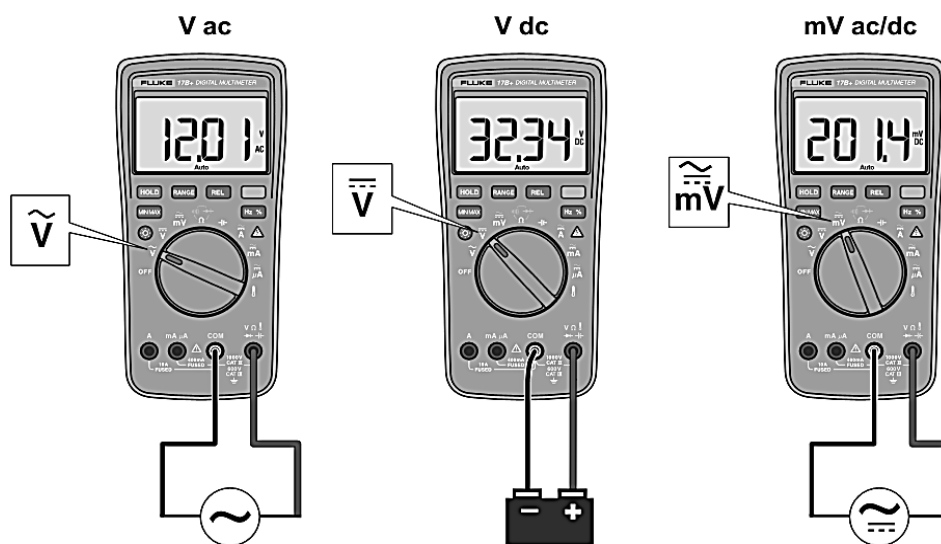

图 1-2 测量交流和直流电压
- (1) 将旋转开关转至 \tilde{V} 、 \bar{V} 或 \tilde{mV} 选择交流电或直流电。
- (2) 按数字万用表左上角黄色按钮可以在 mVac 和 mVdc 电压测量之间进行切换。
- (3) 将红色测试导线连接至 V_{Ω} 端子, 黑色测试导线连接至 COM 端子。
- (4) 用探头接触电路上的正确测试点以测量其电压, 如图 1-2 中所示。
- (5) 读取显示屏上测出的电压。